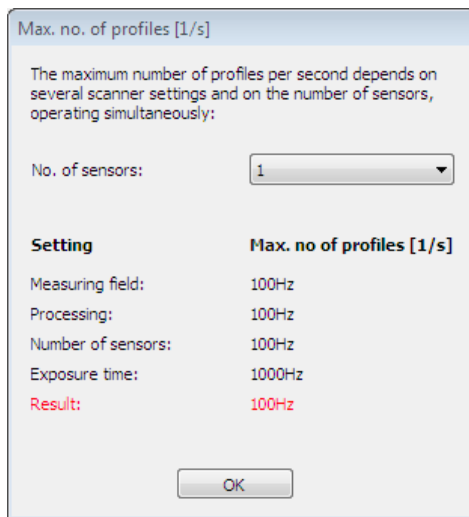

Abb. 4.52: Dialog "Max. no. of profiles [1/s]"
- 1 Max. no. of profiles [1/s]...:** Öffnen Sie mit diesem Button den Dialog "Max. no. of profiles [1/s]", in dem Sie die maximal mögliche Profilfrequenz abhängig von den aktuell gewählten Scanner-Einstellungen bestimmen können (siehe Abb. 4.52).